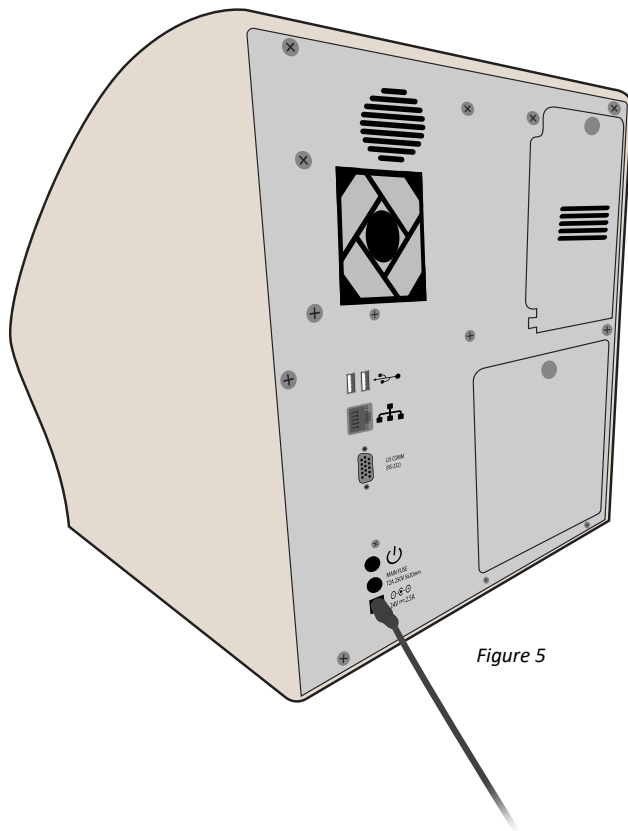

Figure 5
3. Insérer le cordon de l'adaptateur dans le port secteur situé à l'arrière de l'analyseur (figure 5).